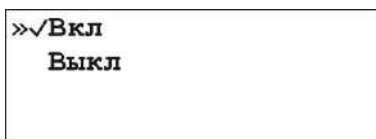

Рисунок 4.20 – Экран настройки звукового сигнала клавиш
2. В меню "Звук клавиш" (рис. 4.20) клавишами **Δ, ▽** выбрать соответствующий пункт меню (установить флажок) при помощи клавиши **✓**.